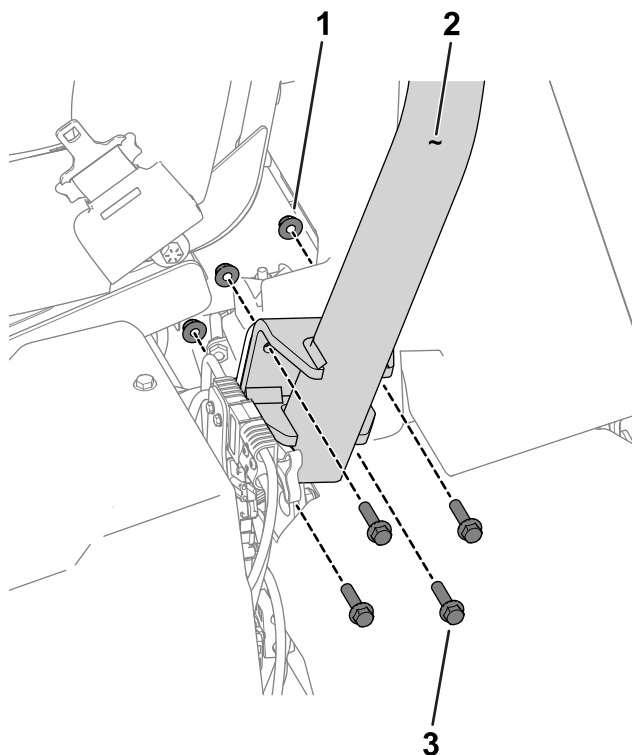

Figura 3
3. Utilizați 8 uruburi cu cap hexagonal ($\frac{3}{8}$ x 1 $\frac{1}{2}$ ") și 8 piulițe ($\frac{3}{8}$ ") pentru a monta bara antiruluiu în suporii- de pe fiecare parte a mainii (Figura 3).